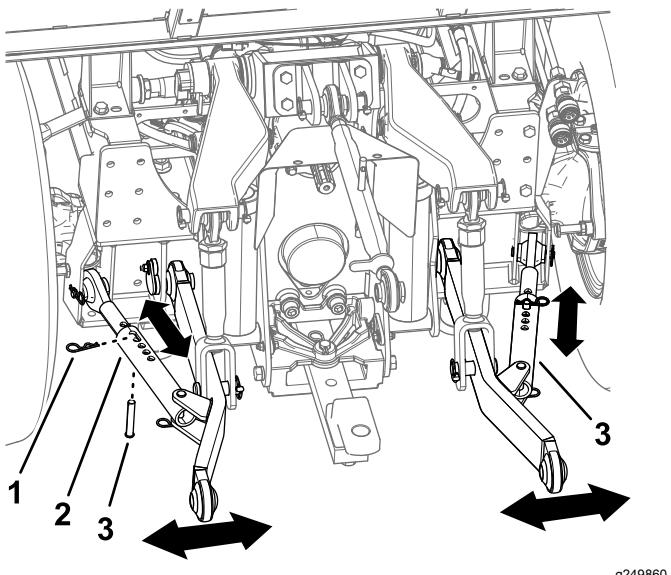

Figure 25
1. Retirez la goupille fendue et l'axe de chape sur chaque tige anti-oscillation (Figure 25).
2. Sortez plus ou moins la tige anti-oscillation jusqu'à ce que l'accessoire soit de niveau (Figure 25).
3. Une fois le réglage effectué, fixez la tige anti-oscillation avec la goupille fendue et l'axe de chape (Figure 25).